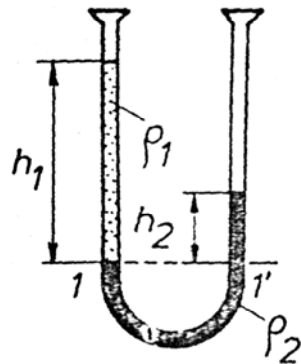

Figura 1
Într-un tub în formă de U (figura 1) care conține două lichide nemiscibile, la nivelul planului de referință 1-1' avem $p_1 = p_{1'}$. În coloana (1) $p_1 = p_{\text{atm}} + \rho_1 gh_1$, iar în coloana (2) $p_{1'} = p_{\text{atm}} + \rho_2 gh_2$.
Prin egalarea celor două presiuni ale lichidelor din coloanele (1) și (2), se găsește tot relația (1), ca și în cazul când lichidele sunt în contact direct (figura 1).